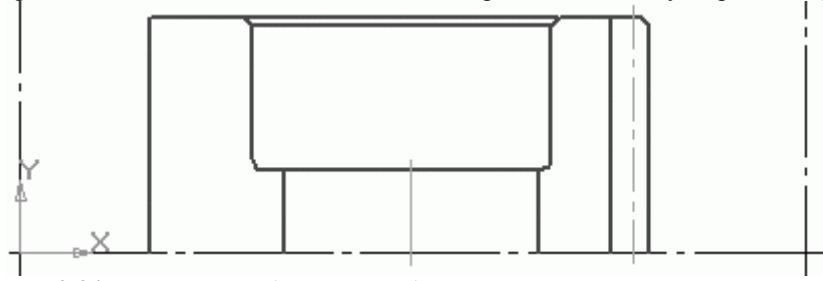

Рис. 2.84. Четверть изображения зубчатого колеса
8. Удалите все вспомогательные линии из вида (команда меню Редактор > Удалить > Вспомогательные кривые и точки > В текущем виде). При помощи команды Фаска панели инструментов Геометрия создайте три фаски (длиной 2,5 мм и углом 45°) на торцах колеса и, используя команду Скругление этой же панели, выполните два скругления (радиусом 4 мм) в местах пересечения диска с ободом и ступицей. Применив команду Отрезок, добавьте недостающие линии, исходящие из фасок. В результате получилась четверть изображения колеса (рис. 2.84). Этот этап построения содержится в файле Шаг 2.cdw, который находится на прилагаемом компакт-диске в папке Examples\Глава 2\Редактор цилиндрический.